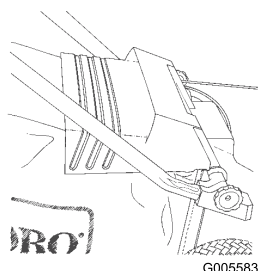

Figura 16
- Deje que la puerta de descarga se cierre sobre la bolsa de recortes (Figura 16).